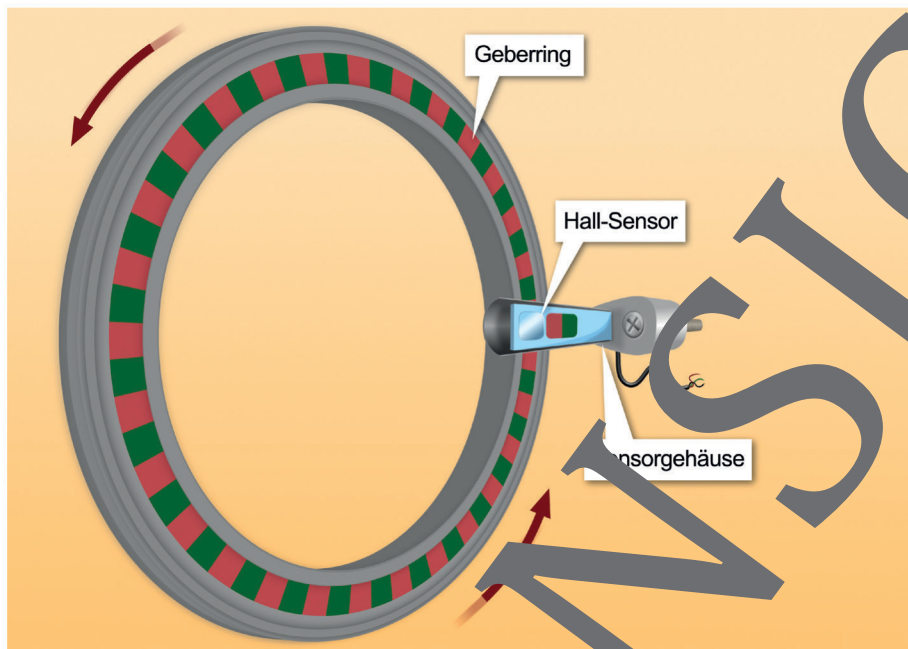

Abb. 1: Aktiver Drehzahlsensor mit Geberring, Hall-Sensor und Sensorgehäuse, Grafik: Oliver Wetterauer
In den meisten modernen Autos ist ein Antiblockiersystem (ABS) eingebaut, das den Bremsdruck automatisch reguliert und so ein Blockieren der Räder bei einer Vollbremsung verhindert. Voraussetzung für die Regulierung der Bremskraft ist die Messung der Drehzahl der Räder, die mithilfe von Hallsonden geschieht. An den Radachsen sind dazu Geberringe montiert, die abwechselnd magnetische Nord- und Südpole enthalten (s. Abb. 1). Parallel zum Geberring ist eine Hallsonde eingebaut.
- Begründen Sie, wie man mit der Messanordnung aus Abb. 1 auf die Drehzahl der Achse schließen kann. (6 P)